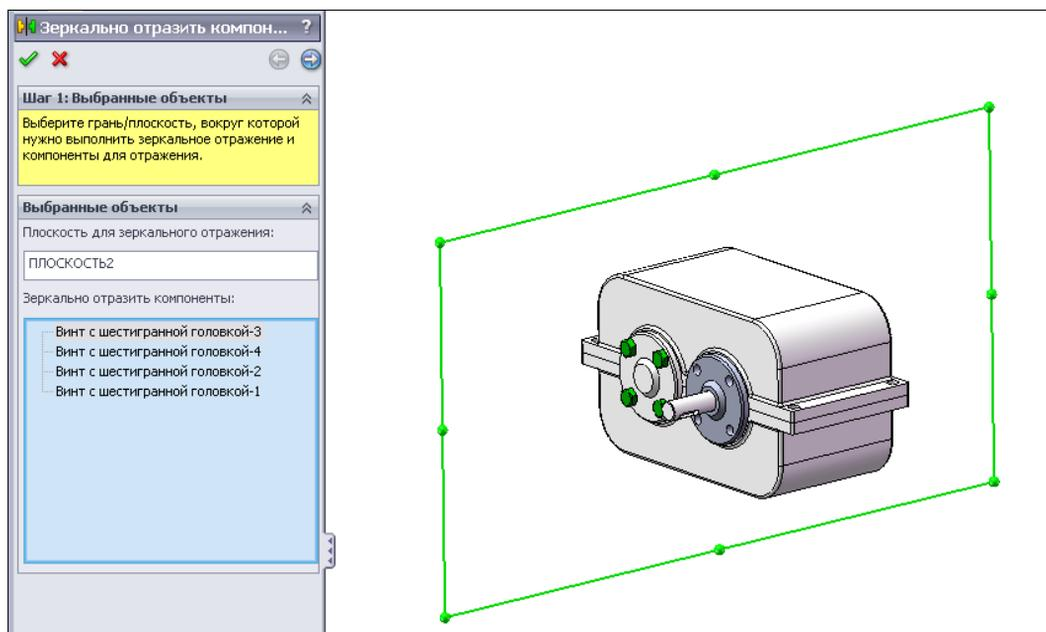

Рис. 6.54
32. На экране откроется окно **Зеркально отразить компоненты — Шаг 1: Выбранные объекты** (рис. 6.54), в разделе **Плоскость для зеркального отражения** выберем объект **ПЛОСКОСТЬ2**, в разделе **Зеркально отразить компоненты** укажем четыре винта с шестигранной головкой (рис. 6.54).